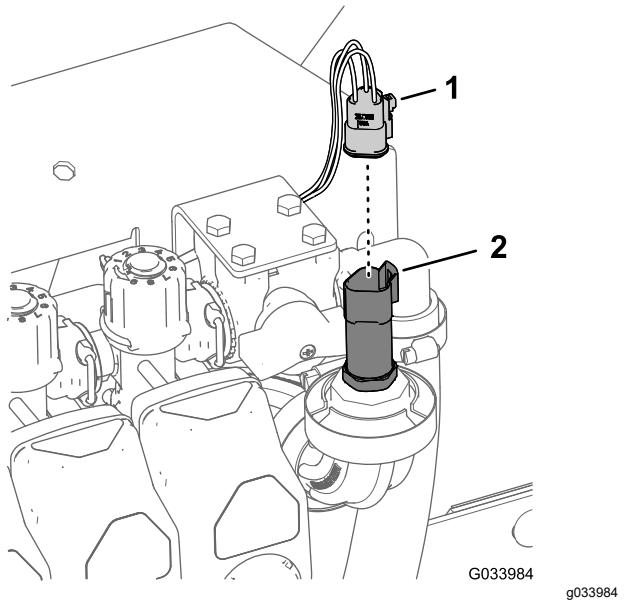

Рисунок 25
1. Отсоедините 3-гнездовой соединитель датчика давления (Рисунок 25).